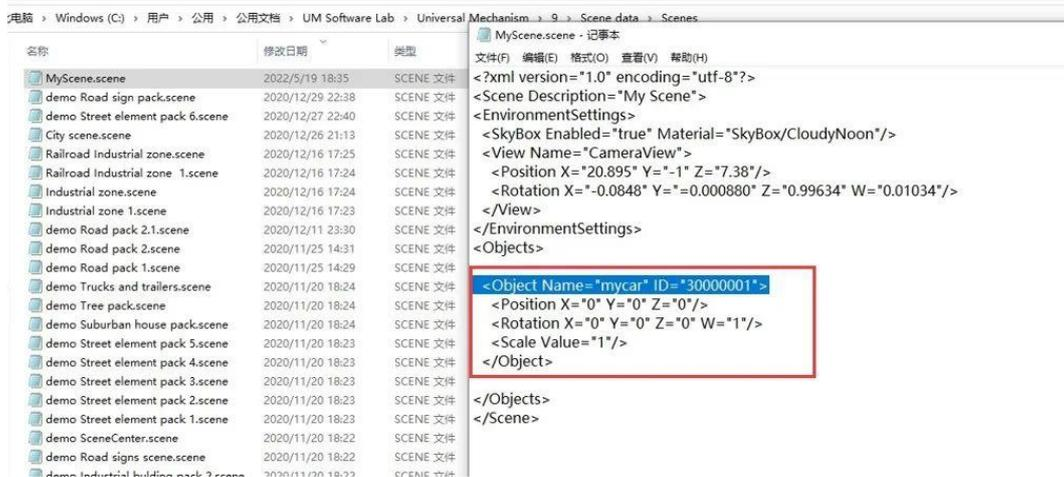

图 069-18
19、设置如图 069-18，注意素材名称和 ID 需与 xml 文件保持一致。